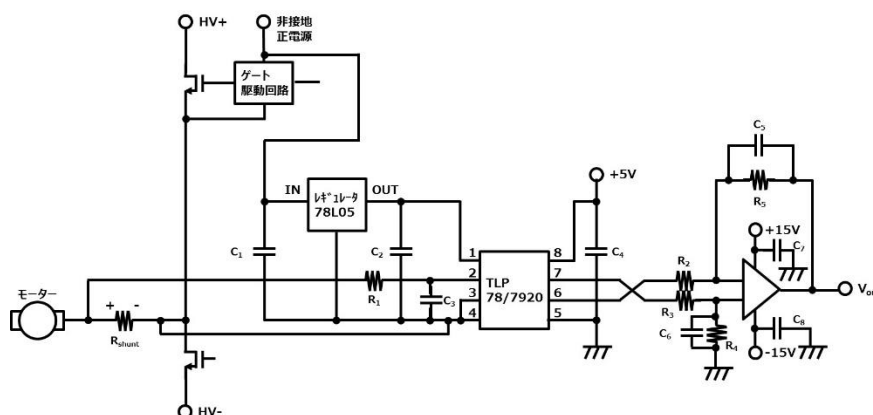

図 6. TLP7820/7920 を用いたモーター電流検出 応用回路
本項では、図 6 のモーター電流検出の応用回路を代表に、アイソレーションアンプの電流検出応用設計について述べます。
- V_{DD1}, V_{DD2} 電源端子には、できるだけ直近(10mm 以内推奨)に $0.1\mu\text{F}$ 以上のバイパスコンデンサーを接続してください(図 6 $C_{2,4}$)。このバイパスコンデンサーは、製品内部回路の高速安定動作に必要です。
動作追従・特性精度確保のため、入力端子に $0.01\mu\text{F}$ のバイパスコンデンサー付加を推奨します (図 6 C_3)。
- A/D 変換器のエイリアス雑音による影響を防ぐため、入力端子部にアンチエイリアスローパスフィルターの形成を推奨します。これは、3-2a)項の入力端子バイパスコンデンサーに加え、直列抵抗(図 6 R_1)を追加することで形成できます。アンチエイリアスフィルターの設計値は、信号帯域幅以上かつナイキスト周波数以下となりますので、 $400\text{kHz} \sim 1\text{MHz}$ 程度の設計値を推奨します。